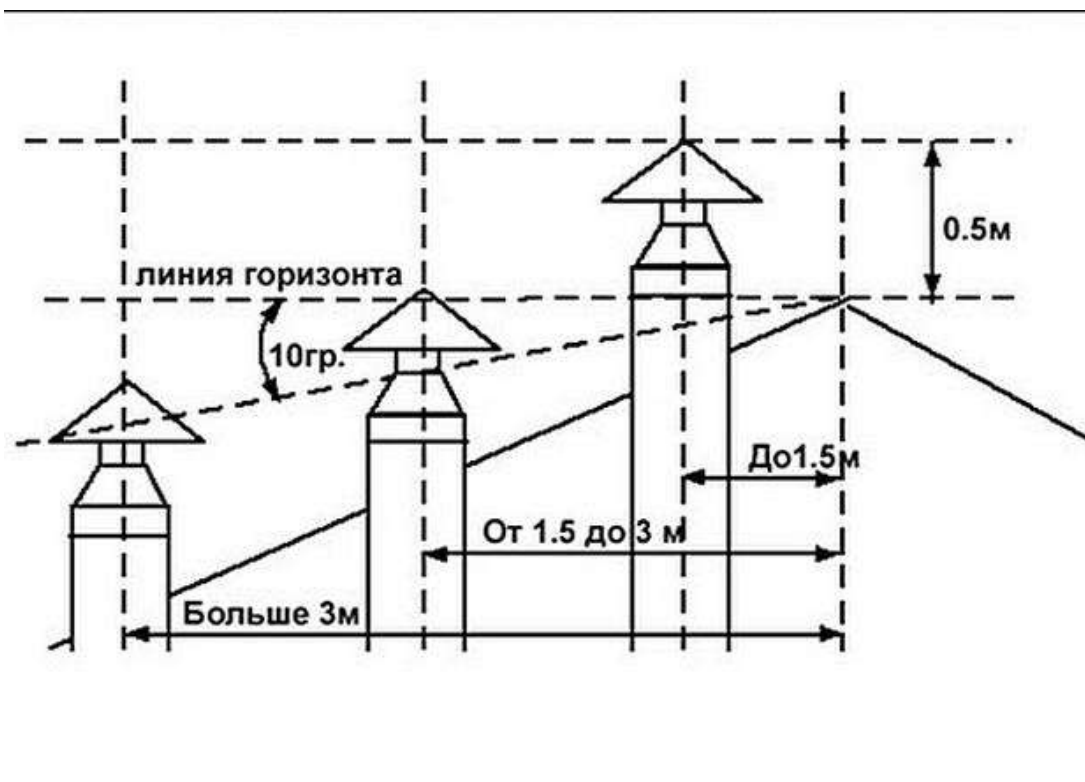

Рисунок 7 — Схема размещения дымоходов.
9.3.4. Высоту дымохода можно рассчитать, используя рисунок 7.